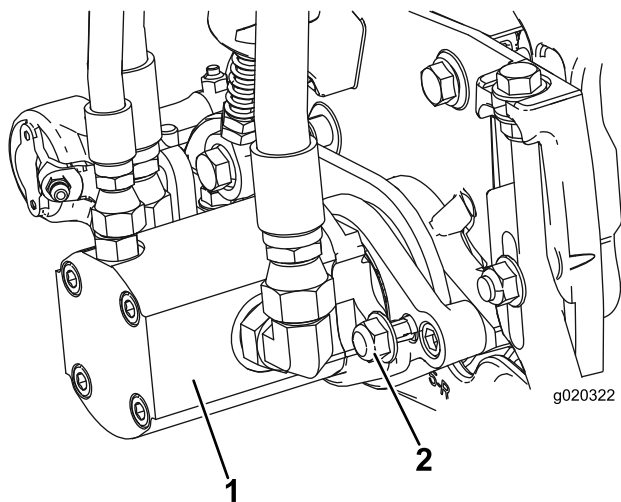

Figure 10
15. Montez le moteur en le tournant dans le sens horaire jusqu'à ce que les brides passent les contre-écrous (Figure 10). Tournez le moteur